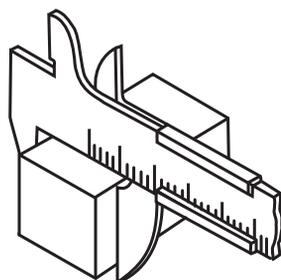

Fig. 14
- c) Compruebe la medida con el calibrador Vernier. (Fig. 14).